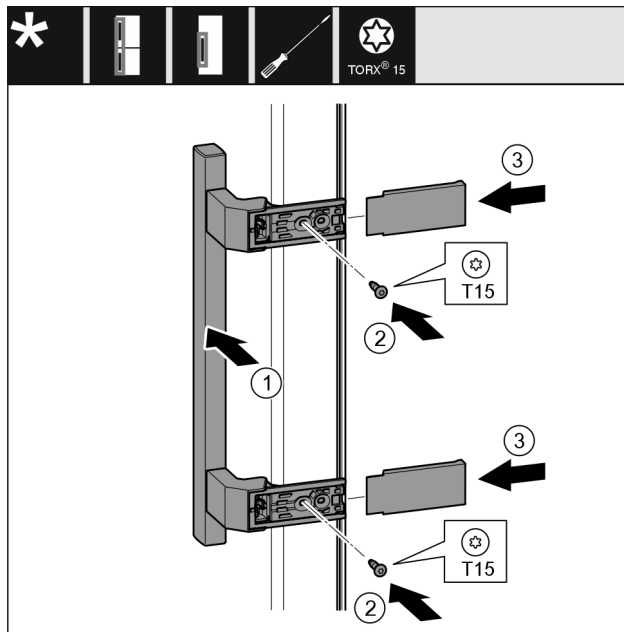

Fig. 23
- Griff Fig. 23 (1) auf der Gegenseite ansetzen.
- Schrauben Fig. 23 (2) mit Schraubendreher festschrauben.
- Abdeckungen Fig. 23 (3) seitlich ansetzen und aufschieben.